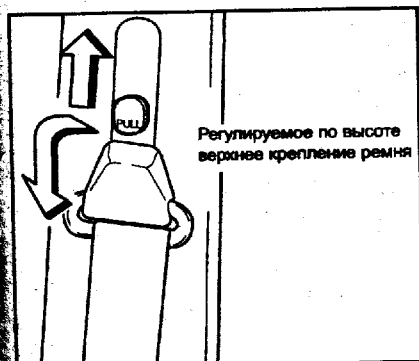

Рис. 29. Расположение ручки и направления перемещения для регулирования высоты верхнего крепления ремня
5. С помощью регулируемого по высоте верхнего крепления ремня установите высоту ремня в соответствии со своим ростом. Для перемещения крепления вверх потяните ручку на себя и перемещайте узел крепления вверх (рис. 29). Для перемещения вниз потяните ручку на себя и перемещайте крепление вниз. Убедитесь, что узел крепления ремня надёжно зафиксирован.